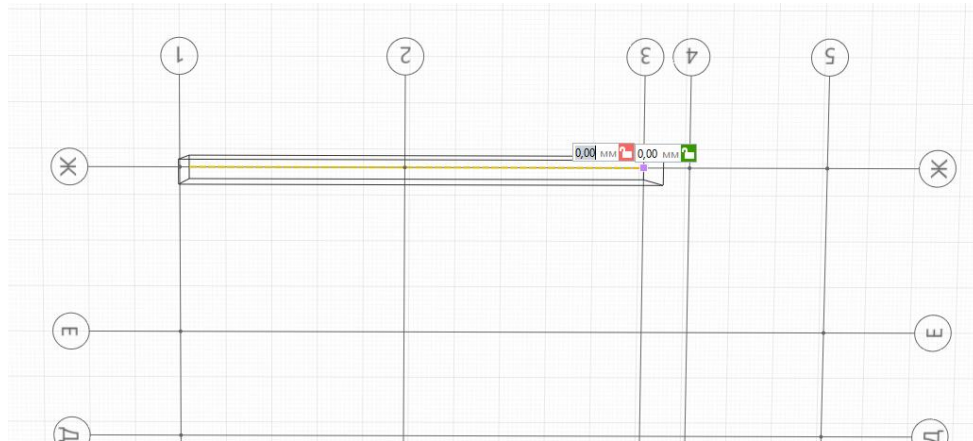

Рис. 21 Построение стены
3. Подведем указатель мыши к пересечению **осей 1 и Ж** и укажем точку. Появится фантомное изображение стены. Доведем стену до **оси 3** и зафиксируем положение стены щелчком ЛКМ. Для того, чтобы прервать построение нажмем клавишу **ESC** (рис. 21)